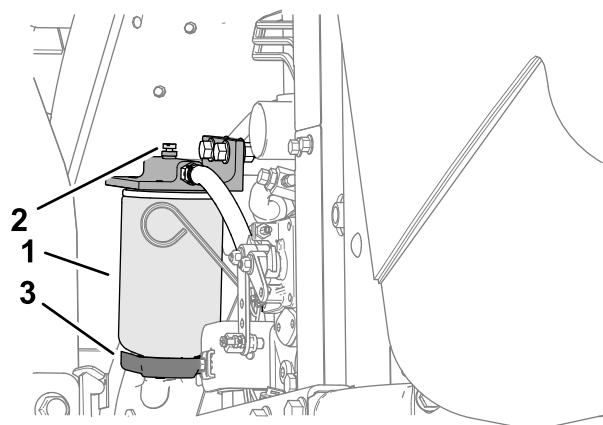

図 63
2. フィルタ容器 図 63 下部のドレンプラグをゆるめて水や異物を流し出す。
1. フィルタ容器(図 63)の周辺をウェスできれいにぬぐう。